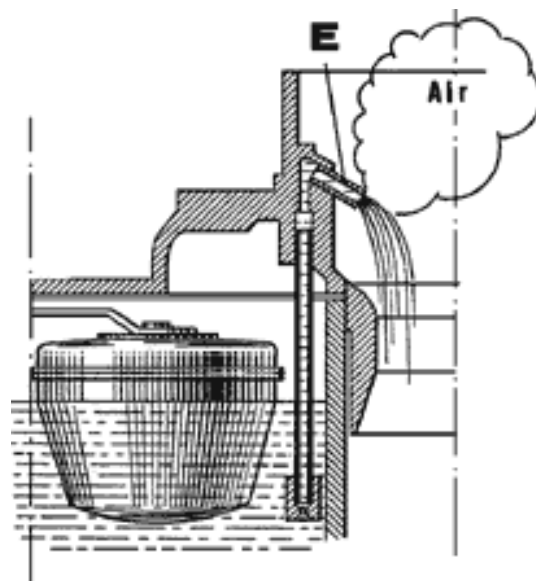

Fig. 25
Ce dispositif (fig. 25) est essentiellement constitué par un tube injecteur (E) qui s'alimente en essence directement dans la cuve à niveau constant du carburateur et débouche dans l'entrée d'air principale de l'appareil. Il fonctionne sous l'effet de la dépression créée par le débit d'air, lorsque celui-ci a atteint une certaine valeur et n'intervient qu'aux régimes élevés du moteur. L'Econostat permet de conserver aux régimes élevés un dosage de richesse normale tout en assurant aux pleines charges du moteur, aux régimes réduits, un dosage minimum.